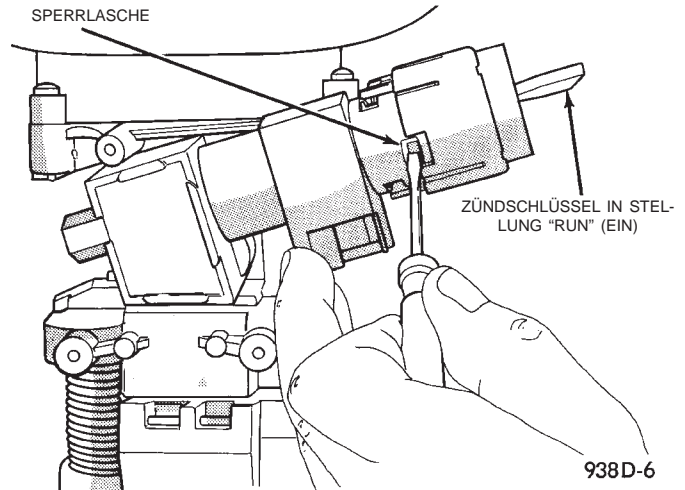

Abb. 42 Schließzylinder ausbauen
- (1) Batterie-Minuskabel von der Batterie abklemmen.
- (2) Befestigungsschraube des Verstellhebels lösen und Verstellhebel abnehmen.
- (3) Obere und untere Lenksäulenabdeckung von der Lenksäule abbauen.
- (4) Zündung einschalten. Bei eingeschalteter Zündung wird die Sperrlasche des Schließzylinders niedergedrückt.
- (5) Sperrlasche niederdrücken und den Schließzylinder aus dem Gehäuse ziehen (Abb. 42).